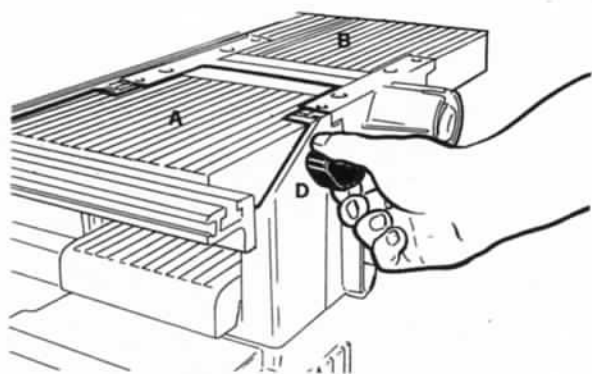
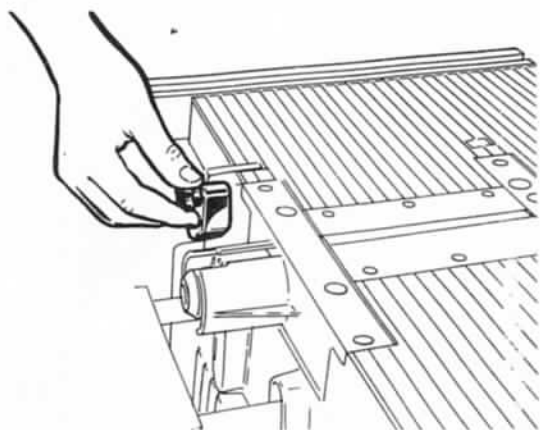

Fig 12.
Fig 13.
Hyvelkuttern består av en cylinder med 2 knivar monterade diametralt motsatt 180°. Skärdjupet ställs in genom justering av höjden av det ena bordet (A). Det andra bordet (B) är fast (fig. 12).
Vrid höjdställningsknappen (D) medurs för att höja bordet (A) och moturs för att sänka det (fig. 12). Bordet (A) kan låsas med hjälp av låsknappen för bordet enligt fig. 13.